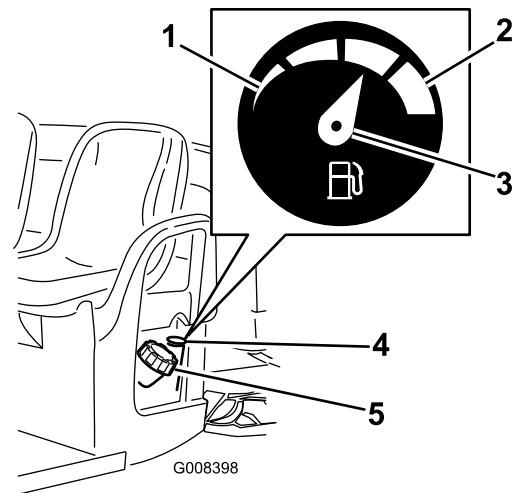

Bild 17
4. Reinigen Sie den Bereich um den Tankdeckel (Bild 17).